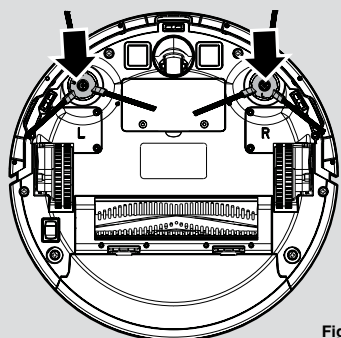

Fig. 3
6. Pres de to drejende børster mærket L og R ned på beslagene, indtil de klikker på plads. Vær opmærksom på lokationen af L og R på enheden, samt på børsterne. **[Fig. 3]**